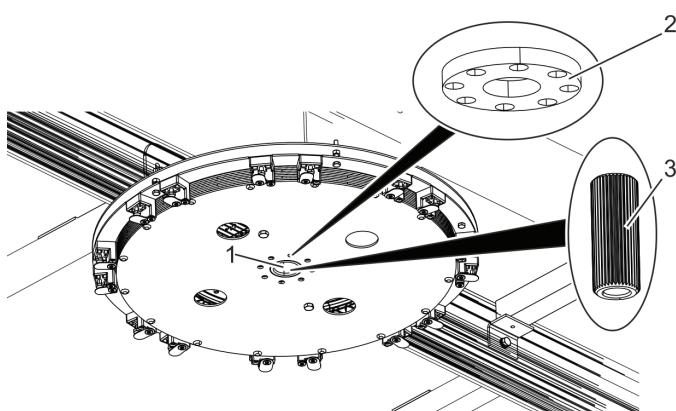
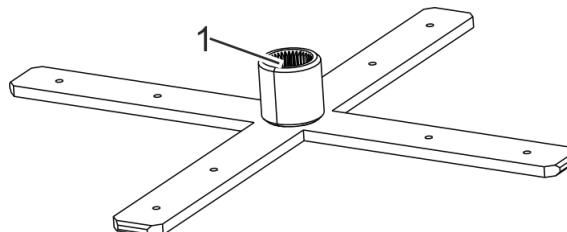

Рис. 67 Установочная шайба
Рис. 68 Верхняя крестовина (неподвижный турникет)
1. Установить поставляемую установочную шайбу (рис. 67/2) на головки винтов в отверстия на нижней стороне привода (рис. 67/1) в соответствии со следующей таблицей.
2. Установить верхнюю крестовину (рис. 68) под привод монтажным отверстием (рис. 68/1) вверх.
Подвесить верхнюю крестовину (рис. 68) с помощью по меньшей мере 2 крепежных ремней в конструкции потолка под центром привода (рис. 67/1).
3. ОбезжириТЬ лицевую поверхность зубчатого вала (рис. 67/3) и прикрепить «липучку».
Аккуратно переместить зубчатый вал (рис. 67/3) сверху через центр привода (рис. 67/1) в монтажное отверстие в верхней крестовине (рис. 68/1). Смазать зубья зубчатого вала при его вставке.